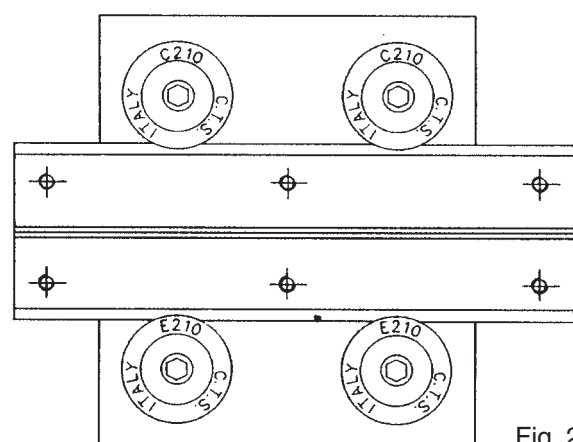

Fig. 2
- 4) Régler et serrer les deux roulettes de façon à éliminer le jeu en lui donnant la précharge correcte (fig. 2).